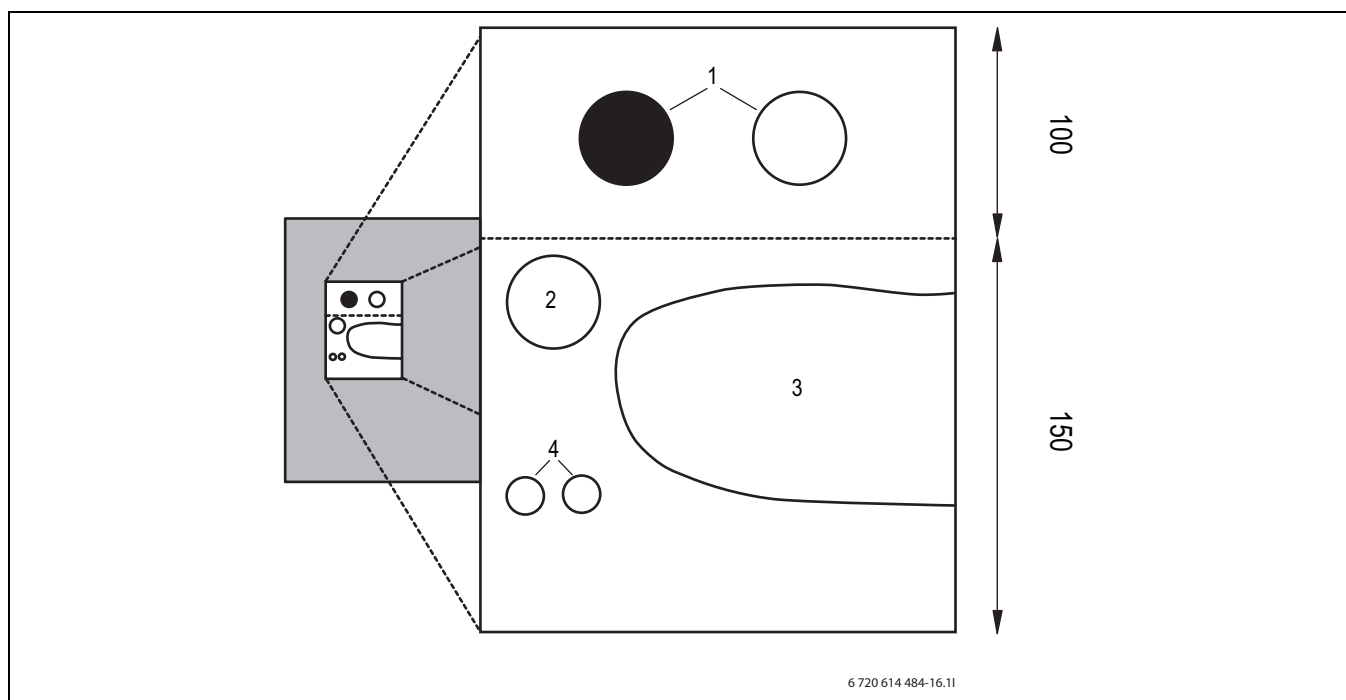

Bild 20 Fundament genomföring
- Isolera rören ovan fundamentet (→ Bild 20) enligt praxis.